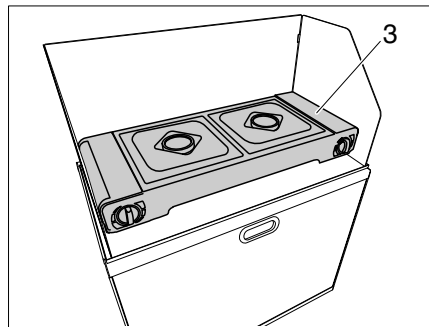

Bild 25 2-Flamm-Kocher aufstellen
- 2-Flamm-Kocher (Bild 25,3) der Campbox entnehmen und im Windschutz aufstellen.